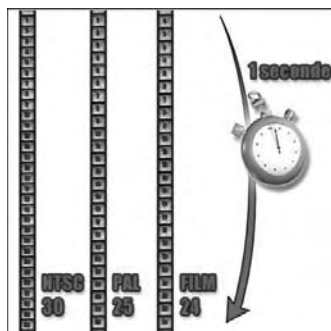

Fig.11.27
- La vitesse de l'animation en spécifiant le nombre d'images par seconde (IPS). Les standards habituels sont 30 IPS (NTSC), 25 IPS (PAL) et 24 IPS (Film) (fig.11.27).